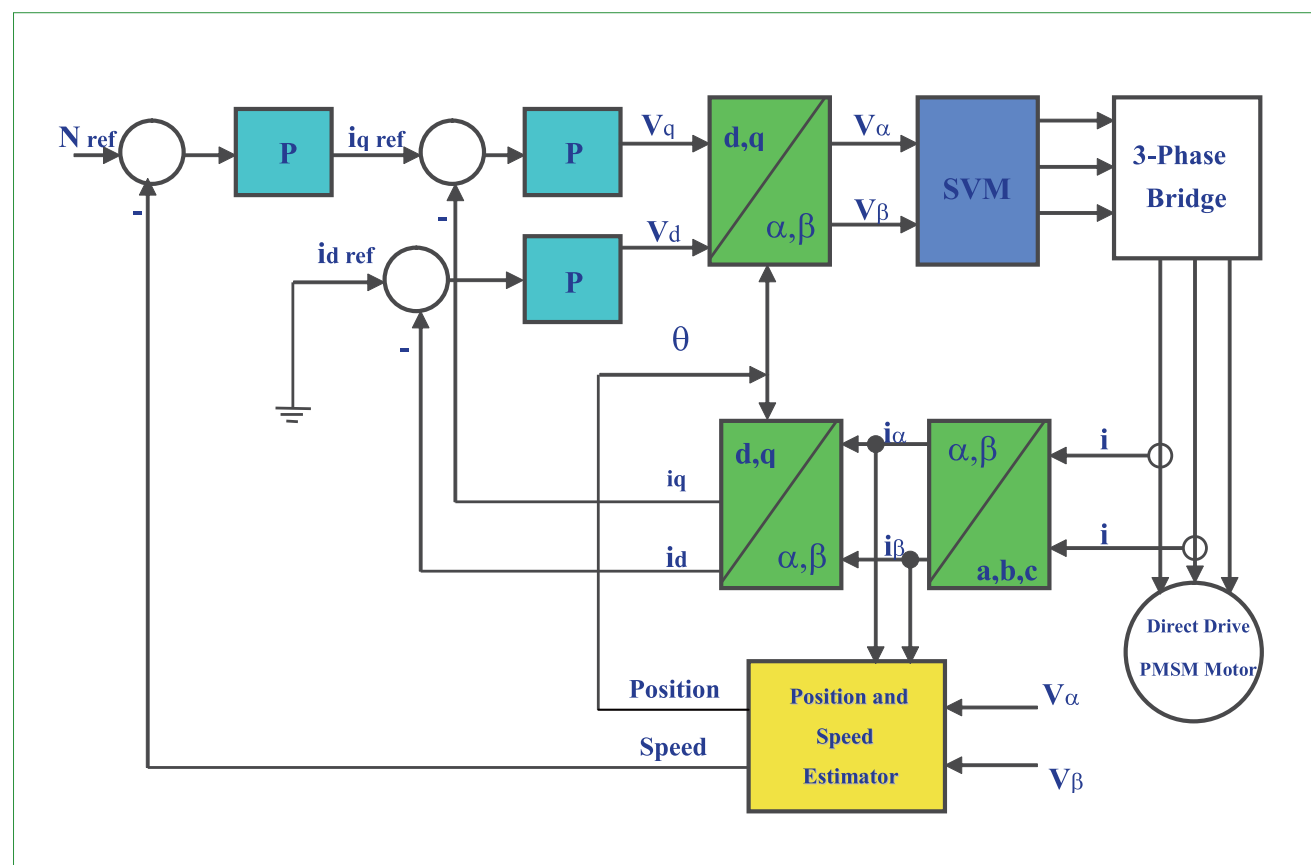

图 1. 直驱洗衣机 PMSM 电机的框图。
通过采用最新数字信号控制器 (DSC) 如 Microchip 的 dsPIC33F 电机控制系列, 设计人员能改进电机系统中的能量效率和节省成本。使用 DSC 时, 无传感器 FOC 算法非常适用于 PMSM 电机控制 (见图 1)。这是因为 DSC 及其片上外设有助于 FOC 算法有效地执行, 以便以一种无传感器方法实现 BLDC 电机中的转子位置检测。FOC 算法产生一个作为向量的三相电压来控制作为一个向量的三相定子电流。通过将三相时间和速度相关的系统转变成为一个对准转子的 2 维旋转坐标系 (使用公园和 Clarke 变换), 扭矩和通量时间变成时间不变量, 有助于用传统技术如比例积分 (PI) 控制器像直流电机那样进行控制。
坐标转换、PI 反复、返回变换和产生脉宽调制 (PWM) 的整个过程如图 1 所示, 它描述了 FOC 控制所需的功能。该过程从测量三相电机电流开始。通过一系列坐标转换, 扭矩和磁通的时间不变量 (在稳态负载条件下) 可能间接决定和控制 PI 控制环路。利用 I_d 、 I_q 和每个参考值形成了误差信号。 I_d 参考控制转子磁化的磁通。